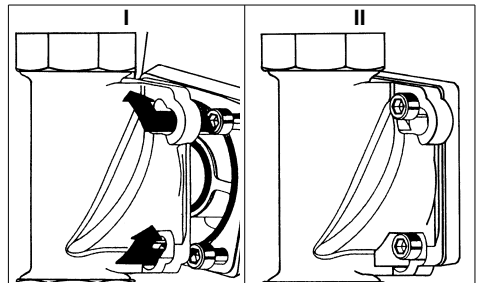

Abb. 11: Montage des Wasserzählers
- Die vier Flanschschrauben in die Bajonettbohrung am Einbaudrehflansch stecken (siehe Abb. 11 I).
- Den Wasserzähler im Uhrzeigersinn bis zum Anschlag drehen (siehe Abb. 11 II).